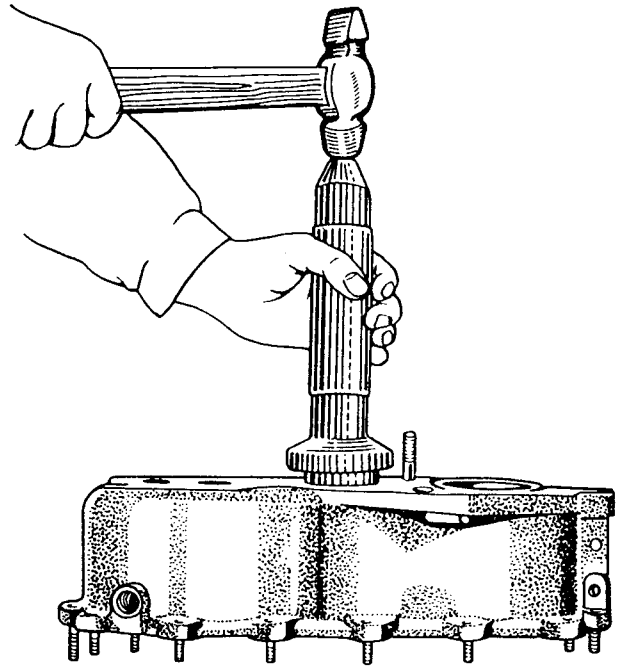

Bild 111. Einpressen des Rollenlagers in das Gehäuse
2. Rollenlager in das Gehäuse auf eine Entfernung von 60,5 mm zur Gehäusestirnfläche einpressen (Bild 111).